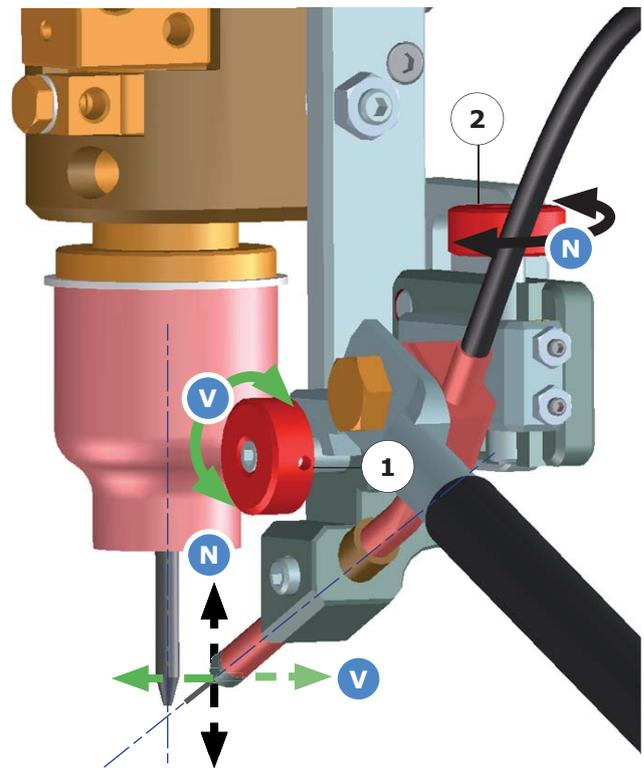

Abb.5.15. – Einstellender Drahtführung
- Die Höhe des Drahtauslaufes wird mit der Rändelschraube (Abb. 5.15 - Index 2) eingestellt - Schwarze Pfeile **N**.
- In Querrichtung wird der Drahtauslauf mit der Rändelschraube (Abb. 5.15 - Index 1) eingestellt - Grüne Pfeile **V**.